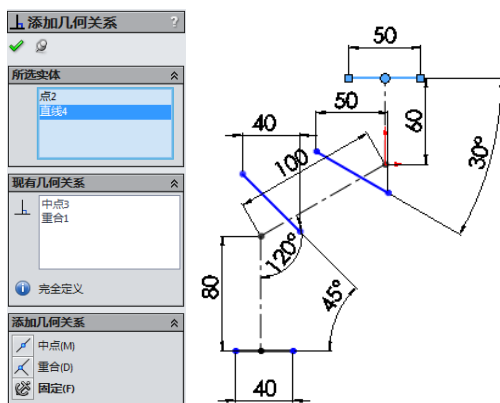

图 11-107 添加“中点”和“重合”约束
②单击“尺寸/几何关系”工具栏中的“添加几何关系”按钮, 将第一条水平线和竖直构造线的端点作“中点”和“重合”约束, 如图 11-107 所示。